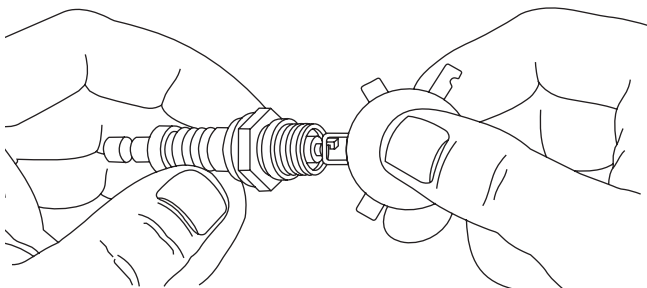

Figura 18 — Compruebe la separación del electrodo de la bujía
3. Compruebe la separación del electrodo con un calibrador de alambre y ajuste el espacio de la bujía a la medida recomendada si fuera necesario (véase la Figura 18 y “Especificaciones”).